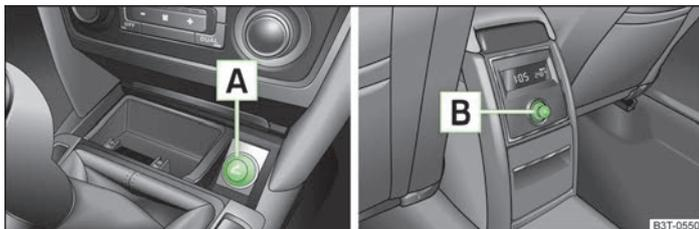

Abb. 85 Mittelkonsole: Zigarettenanzünder vorn / Zigarettenanzünder hinten
- Den Anzünderknopf **A** oder **B** » Abb. 85 drücken.
In der Mittelkonsole vorn **A** » Abb. 85 auf Seite 87.
In der Mittelkonsole hinten **B** » Abb. 85 auf Seite 87.